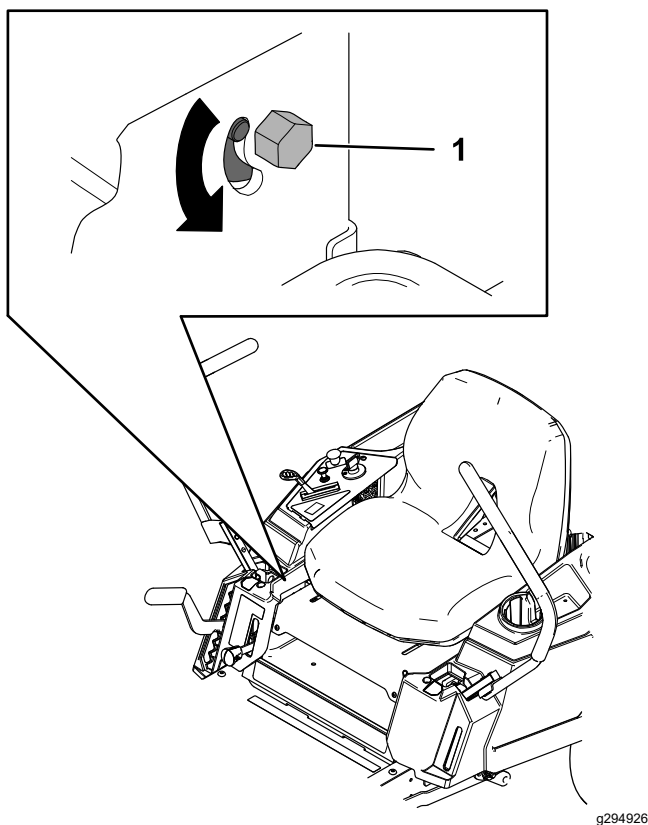

Figura 54
3. Localizați urubul de reglare a direcției de lângă maneta de control al micării pe partea care trebuie efectuată reglarea (Figura 54).